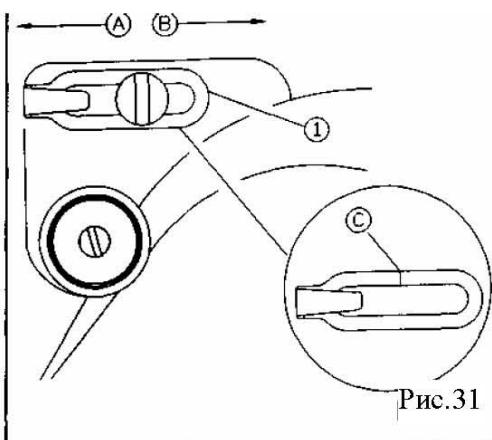

Рис.31
1. Двигайте нитеводитель 1 влево (в направлении А) для увеличения натяжения нити для шитья тяжелых тканей (Рис.31).